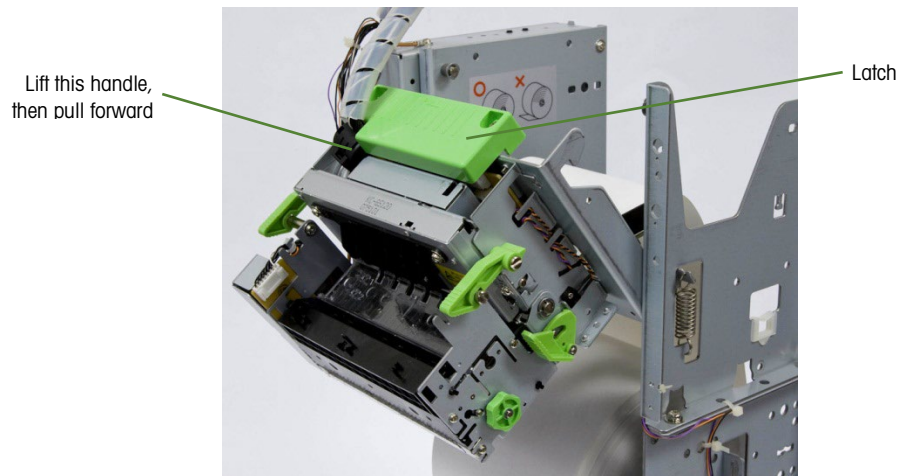

Figura 2-16: Impresora Star, Cabeza de impresión liberada para cargar papel
1. Para cargar papel en la impresora, se debe girar toda la cabeza de impresión hacia adelante al levantar la manija grande central verde (Figura 2-16) para liberar el cerrojo, y después jalarla hacia adelante.